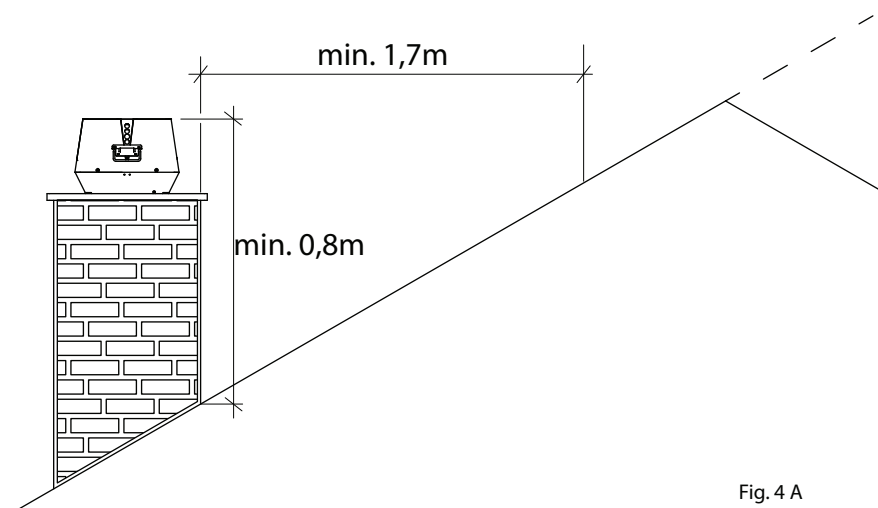

Fig. 4 A
- **Minimalna odległość od materiałów niepalnych zgodnie z rys. 4 A lub zgodnie z ustawodawstwem krajowym.**